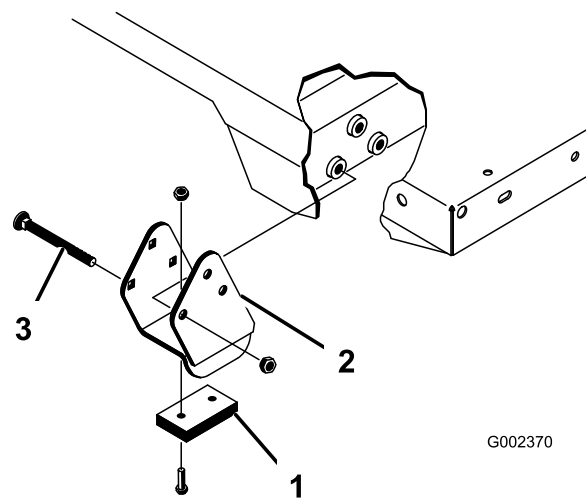

Figure 32
2. Placez le plateau sur le châssis du véhicule avec précaution et en alignant les trous des plaques de pivot arrière sur ceux du profilé arrière du châssis. Montez 2 axes de fixation et goupilles à anneau (Figure 32).
3. Abaissez le plateau, fixez chaque extrémité de la tige du vérin aux fentes appropriées dans les plaques de montage du plateau au moyen d'un axe et d'une goupille à anneau. Insérez l'axe de fixation par l'extérieur du plateau, la goupille à anneau étant à l'extérieur (Figure 32). Les fentes arrière sont réservées à l'installation du plateau complet et les fentes avant à l'installation du plateau 2/3.
Remarque: Les entretoises et les cales d'usure (Figure 32) doivent être installées avec les têtes des boulons à l'intérieur de la machine.